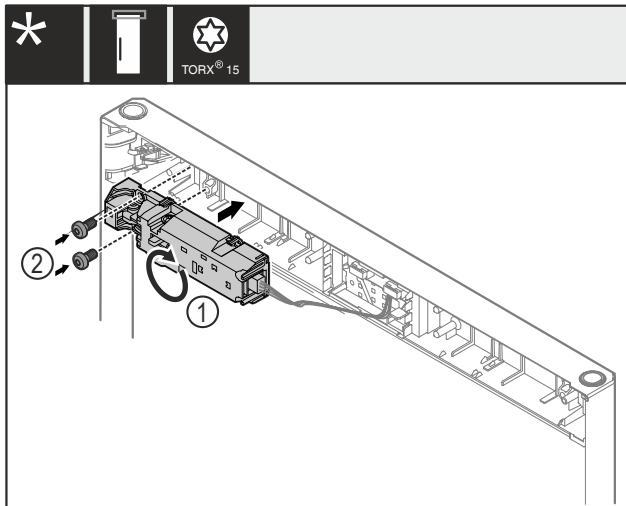

Fig. 27
- Vergrendeling op afstand Fig. 27 (1) 180° draaien en op de tegenoverliggende zijde monteren.
- Vergrendeling op afstand Fig. 27 (1) met schroef Fig. 27 (2) bevestigen.